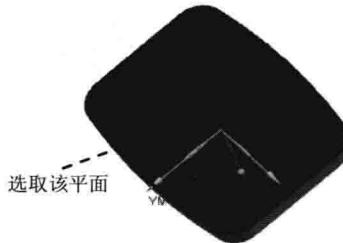

图 1.9 指定底面
(1) 在“平面轮廓铣”对话框中单击**选择**按钮，系统弹出“平面”对话框，在**类型**下拉列表中选择**自动判断**选项。
(2) 在模型上选取图 1.9 所示的模型平面，在**偏置**区域的**距离**文本框中输入值 1.0，单击**确定**按钮，完成底面的指定。